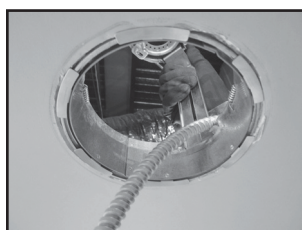

Figure 41.
9. Enfoncez le module à DEL et l'assemblage du réflecteur dans l'assemblage de l'anneau retrofit jusqu'à ce qu'ils soient au même niveau que le plafond (Figure 41).